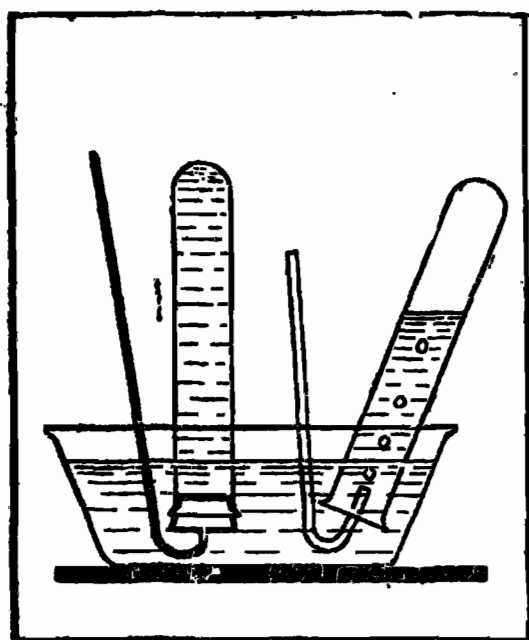

Рис. 4. Использование железного прутка с пробкой.
Этот же опыт можно провести в пробирках. В одну пробирку налейте раствор хлорида кобальта (II). Во вторую — к раствору хлорида кобальта прилейте раствор аммиака до образования раствора грязно-желтого цвета. В обе пробирки долейте воду до краев и закройте их пробками. Целесообразно использовать пробки на железном прутке (рис. 4). Далее пробирки переверните и поместите их в кристаллизатор с водой (в химический стакан). Пробки откройте под водой и наполните пробирки до  $1/2$  объема кислородом, после чего вновь пробирки закройте пробками и сильно встряхните. В пробирке, в которую добавили раствор аммиака, образуется коричневый раствор комплексного соединения кобальта (III).